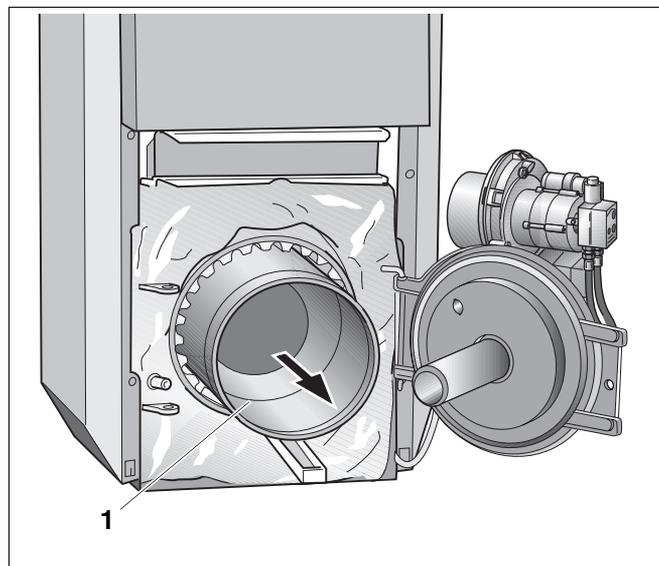

Abb. 44 Flammtopf aus dem Feuerraum entnehmen
Sie müssen den Flammtopf (Abb. 44, **Pos. 1**) aus dem Feuerraum entnehmen, um die Abgastemperatur anheben zu können.
- Flammtopf (Abb. 44, **Pos. 1**) aus dem Feuerraum entnehmen.
- Flammtopf aus dem Feuerraum entnehmen (Abb. 44, Seite 43).